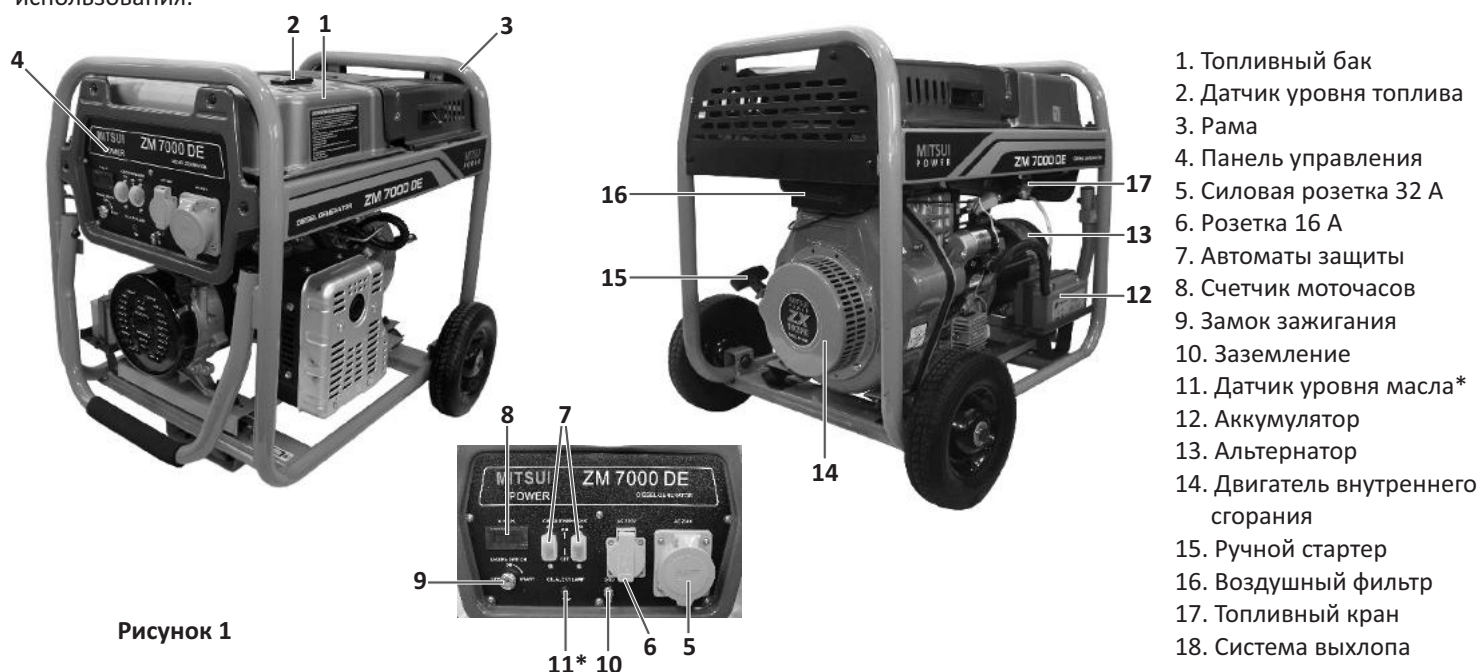

Рисунок 1
- Два-три раза плавно протяните рукоятку запуска для прокачки топлива в систему. (Рис.1)